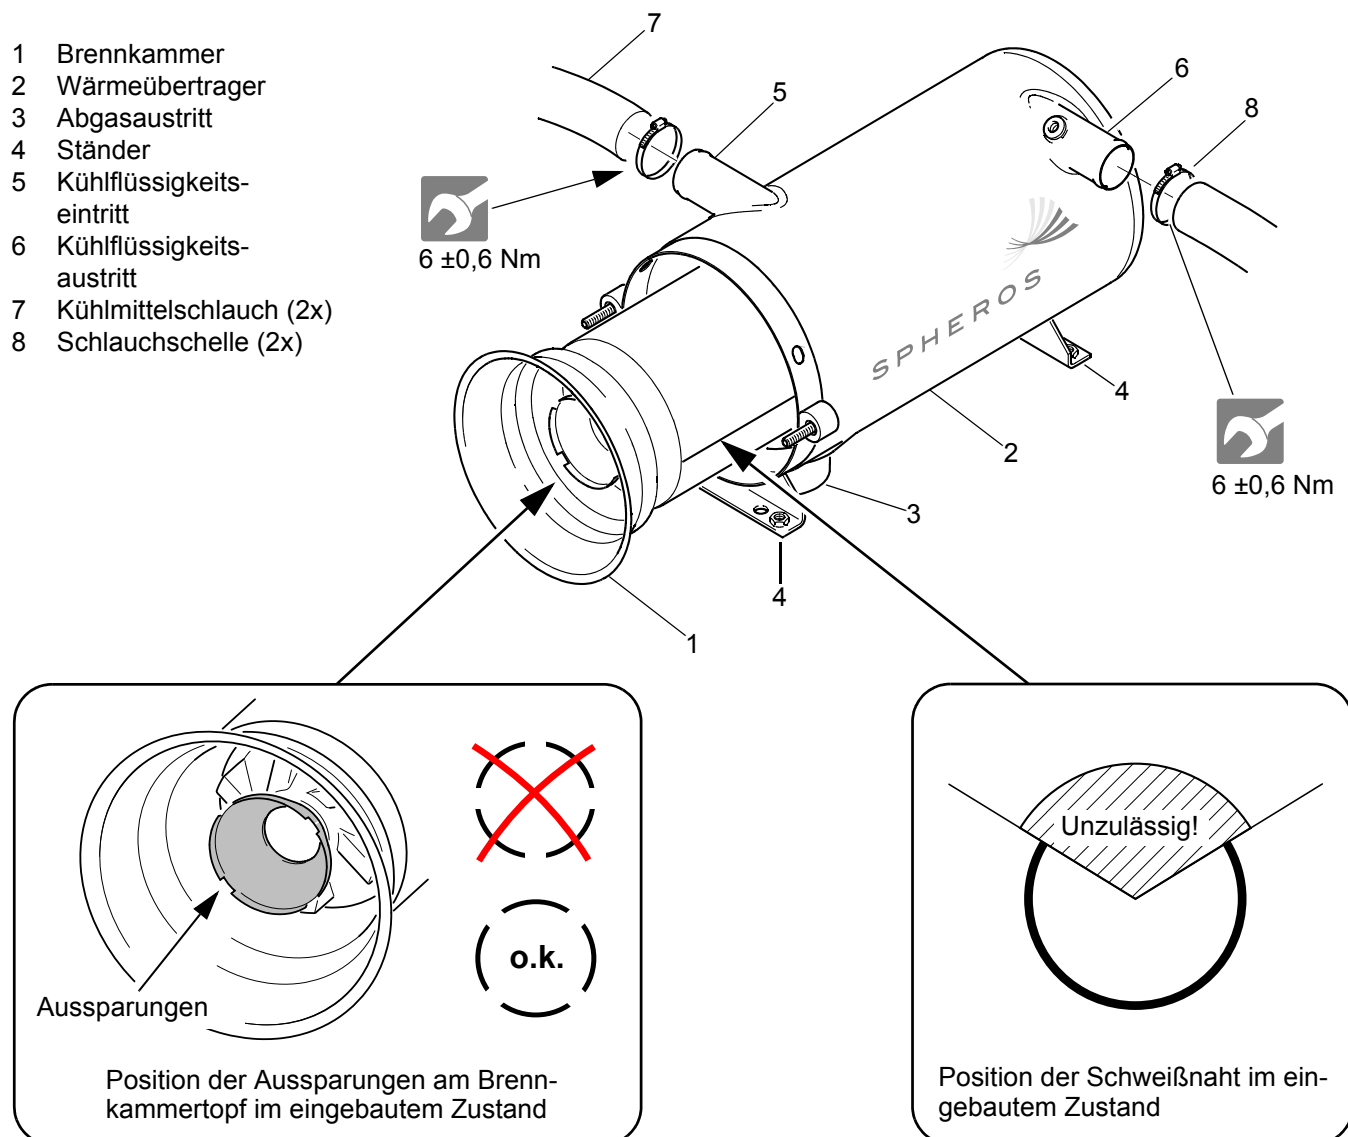

Abb. 807 Aus- und Einbau Brennkammer/Wärmeübertrager
2. Brennkammer (1, Abb. 807) aus dem Wärmeübertrager (2) herausziehen.
1. Brennkammer (1, Abb. 807) bis zum Anschlag in den Wärmeübertrager (2) schieben. Dabei auf die Lage
- Die Brennkammer so in den Wärmeübertrager einsetzen, dass sich die Schweißnaht des Brennrohres im Bereich zwischen 2 und 10 Uhr (nicht oben!) befindet (Abb. 807). Eine Veränderung dieser Position im Rahmen der Wartung ist zulässig und für die Lebenserwartung der Brennkammer günstig.
- Die Aussparungen im Topf beim Einbau der Brennkammer wie in Abb. 807 positionieren. Nachtropfender Brennstoff aus der Düse wird so in einem Reservoir zwischen Scheibe und Topf aufgefangen und verbrennt beim nächsten Brennbetrieb, statt das Heizgerät zu verschmutzen.
3. Brennkammer (1, Abb. 807) aus dem Wärmeübertrager (2) herausziehen (siehe 8.11).
4. Gegebenfalls Spannschelle für die Abgasleitung am Abgasaustritt (3) lösen.
1. Wärmeübertrager (2, Abb. 807) in Einbaulage bringen und Ständer (4) je nach verwendeten Befestigungspunkten mit Schrauben, Muttern und Unterlegscheiben am Fahrzeug befestigen.
2. Gegebenfalls Abgasleitung am Abgasaustritt (3) mit Spannschelle befestigen.
3. Kühlmittelschläuche auf Kühlmittleintritt (5) und -austritt (6) aufstecken und mit Schlauchschellen (7) sichern.